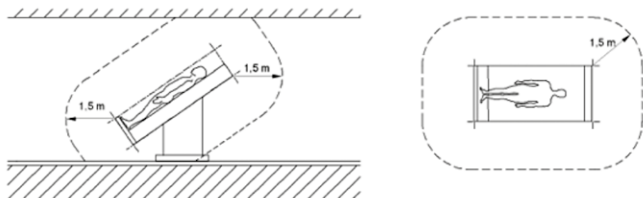

Abb.1: Abmessungen zeigen die Mindestausdehnungen der Patientenumgebung.
**⚠** Das HEINE® NT300 ist zur Aufstellung in medizinisch genutzten Räumen außerhalb der Patienten-umgebung bestimmt. Es müssen die Abstände (1,5 m) gemäß der IEC60601-1 eingehalten werden (siehe Abb.1).